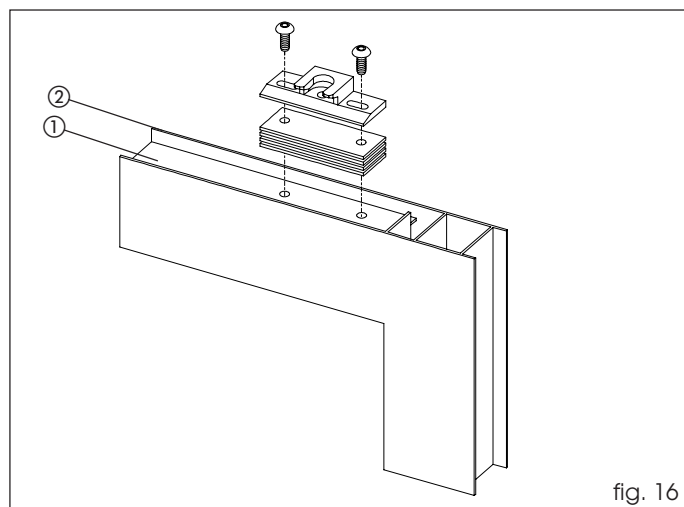

fig. 16
Nel caso la superficie per il fissaggio del blocchetto (fig. 16 rif. ①) dovesse essere più in basso rispetto al punto più alto dell'anta (fig. 16 rif. ②), utilizzare i distanziali in dotazione per portare il blocchetto a livello.